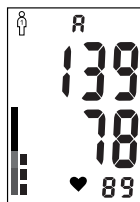
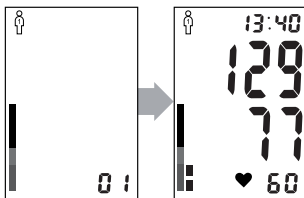

Рис.17
Рис.18
3. Просмотреть содержимое памяти прибора Вы можете, нажав кнопку MEM1 или MEM2. При первом нажатии кнопки MEM1 (или MEM2) на экране появится среднее значение 3-х последних измерений сохраненных в память MEM1 (или MEM2), обозначенная символом «Я» (рис. 17). При повторном нажатии кнопки MEM1 (или MEM2) на экране появится индикатор выбранной памяти MEM1 «Я» (или MEM2 «И») и номер ячейки памяти, а через 1 секунду отображается ее содержимое (рис. 18).